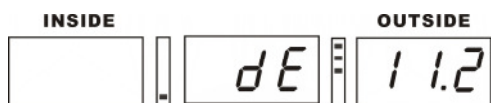

Abb. 36
Geben Sie die Daten für die Befestigung der Gewichte wie in Abb. 35 und Abb. 36 abgebildet ein.
- d): Halten Sie **FINE** gedrückt und drücken Sie auf , um den Wert dE einzustellen (Abb. 36).